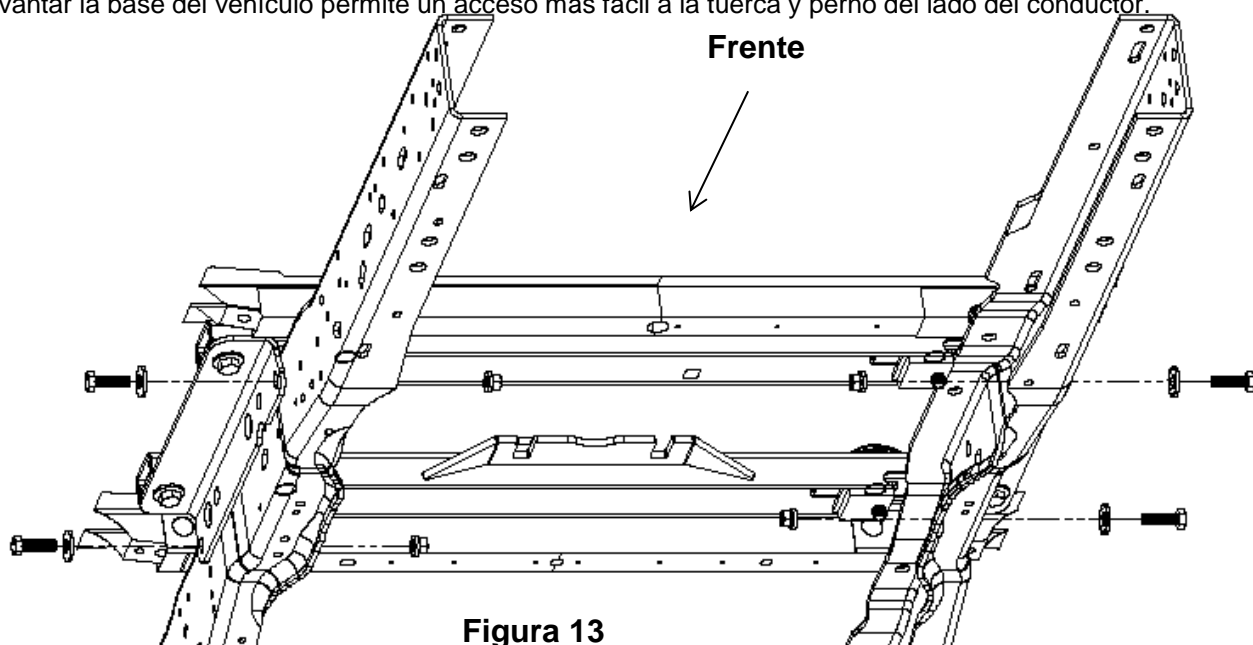

Figura 13
18. Sin apretar instale el soporte del bastidor a los orificios existentes del bastidor del chasis usando pernos M14 1.5 x 45 (#10), arandelas cónicas (#11) (Figura 1), y tuerca mariposa (#12) (Figura 1). Apriete a mano (Figura 13). Levantar la base del vehículo permite un acceso más fácil a la tuerca y perno del lado del conductor.